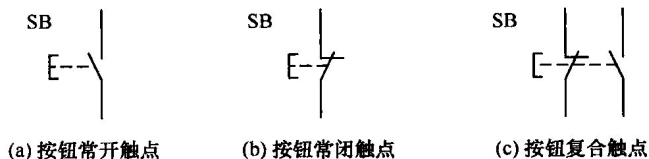

图 1.6 按钮的原理图符号
- ① 一般以绿色表示起动按钮, 红色表示停止按钮。
- ② 选用起动按钮时, 应用按钮的常开触点; 选用停止按钮时, 应用按钮的常闭触点。
- ③ 根据具体适用场合选择按钮种类, 根据电路需要选择按钮数量。
- ① 按下按钮帽后, 常开触点变为闭合状态, 常闭触点变为断开状态。
- ② 松开按钮帽后, 在复位弹簧的作用下, 常开触点又变为断开状态, 常闭触点变为闭合状态。
- 4) 按钮的原理图符号如图 1.6 所示。